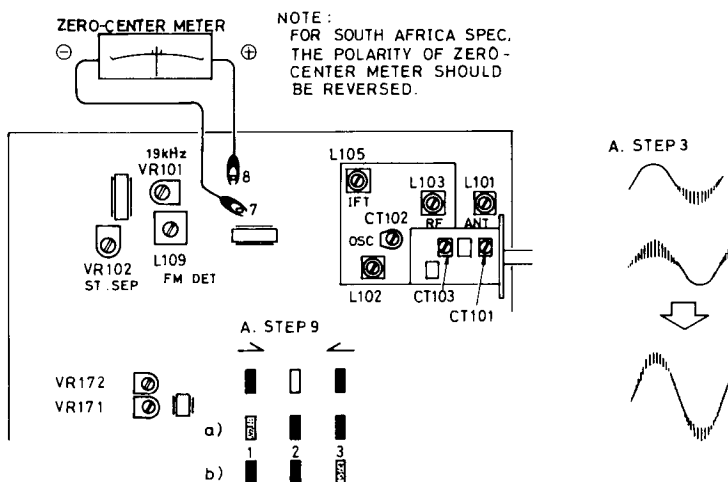

Fig. 3
- 3. Receive 90MHz signal from FM Signal Generator. Antenna input should be set to the optimal level where adjustment can be carried out satisfactorily with the appropriate amount of noise contained in the signal wave ($3\mu\text{V}$ - $5\mu\text{V}$). Adjust FM IFT L105 so that the waveform is largest and contains noise uniformly on the top and bottom of the waveform. (See Fig. 3.)
- b) Set the SG to a position 50kHz lower than 90MHz, and adjust potentiometer VR171*³ so that LED 3 dimly glows. See Fig. 3.
- 3. Recevoir le signal de 90MHz du générateur de signal MF. L'entrée de l'antenne doit être réglée au niveau optimal où le réglage peut être mis à exécution d'une manière satisfaisante avec la quantité appropriée de bruit contenue dans l'onde de signal ($3\mu\text{V}$ - $5\mu\text{V}$). Régler FM IFT L105 de sorte que la forme d'onde soit plus grande et contienne le bruit uniformément sur le sommet et le fond de la forme d'onde. (Fig. 3)
- b) Placer le générateur de signal à une position de 50 kHz plus basse que 90MHz, et régler le potentiomètre VR171 de sorte que la LED 3 s'allume légèrement. Voir la Fig. 3.